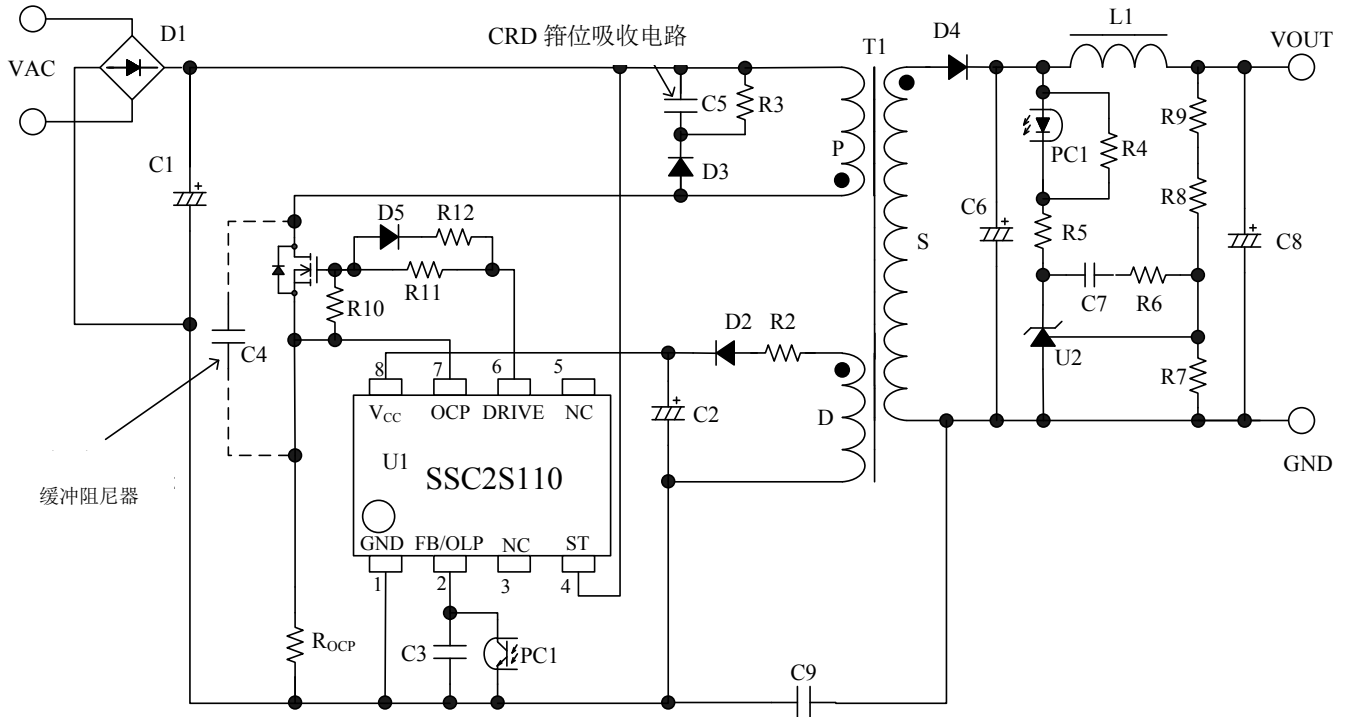
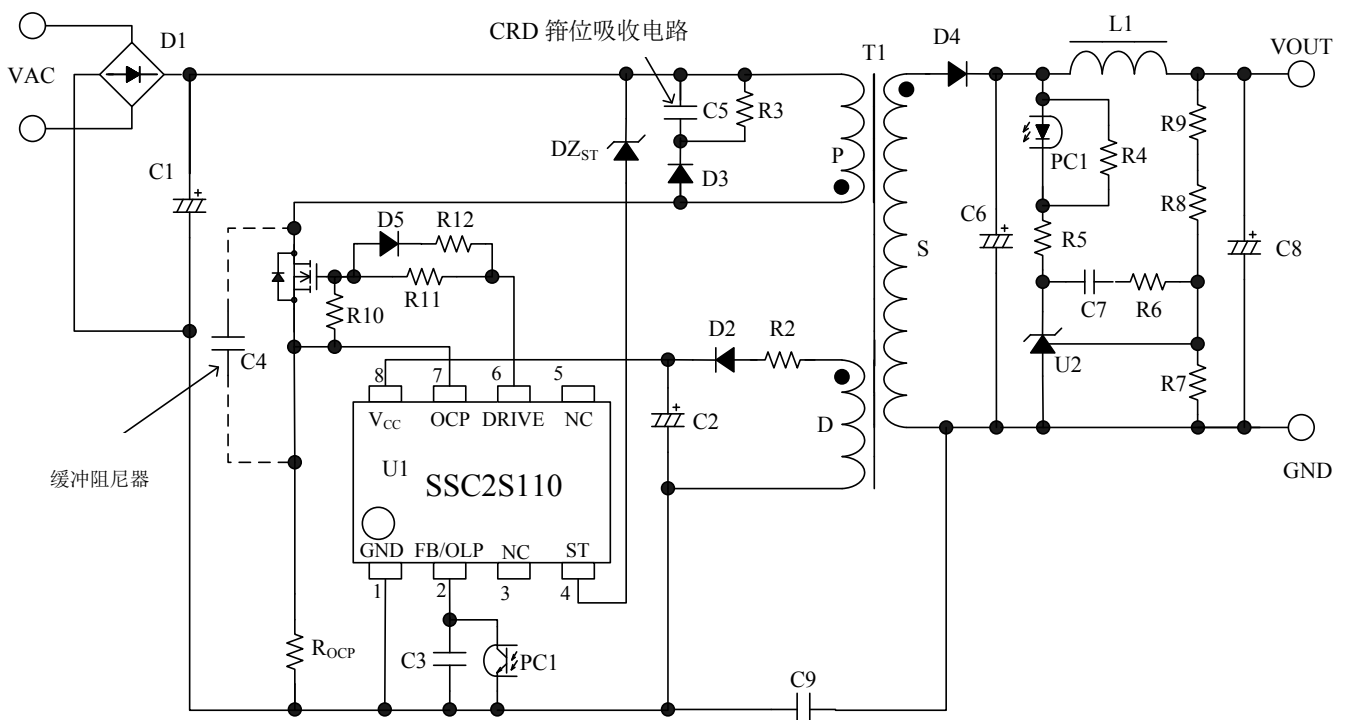

图 6-1 应用电路实例 1
图 6-2 应用电路实例 2 (启动电压变化)
- 应用电路实例如图 6-1。当希望将最低启动电压设定为高于  $V_{ST(ON)} = 21V$  (MAX) 时, 可如图 6-2 将  $DZ_{ST}$  串联追加在 ST 端子, 连接在输入电容后段。